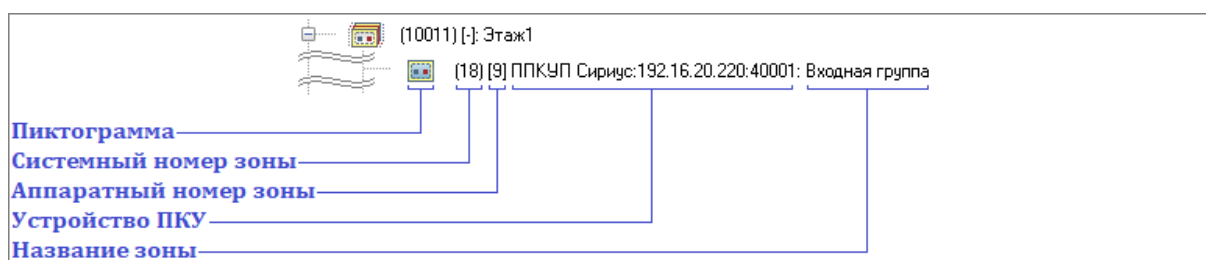

Рисунок 6-297 Отображение объекта "Аппаратная зона" в дереве зон как принадлежащего узлу "Системная группа зон"
- узлу «Системная группа зон» (см. Рисунок 6-297).